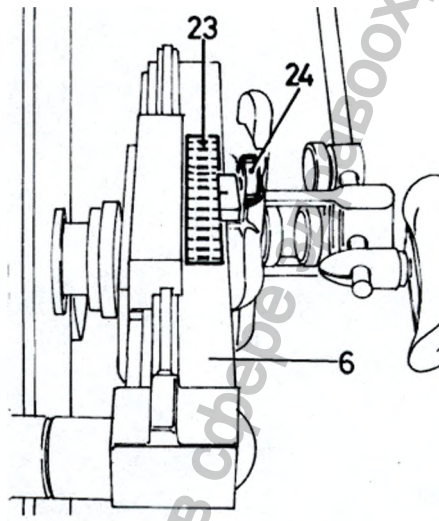

Рис. 4
- Зафиксируйте аксессуар в положении, соответствующем длине плечевой кости. Для этого совместите метку аксессуара с соответствующим значением шкалы 23 и затяните фиксатор 24 (рис.4)
- ☐ ☐ Убедитесь, что аксессуар отрегулирован для реабилитации правого (R) или левого (L) плеча, реабилитацию которого вы собираетесь проводить, убедившись, что правая или левая часть основания 25, соответствует той же части вертикальной пластины 26. Убедитесь, что стержень поддержки руки (29) находится в прямолинейном положении. В
□□Отметьте на шкале (23) “механической руки” (6) значение в сантиметрах, соответствующее измеренной длине плечевой кости. Ослабьте фиксатор (24), установите аксессуар в правильное положение и снова затяните фиксатор (24) (рисунок 4).